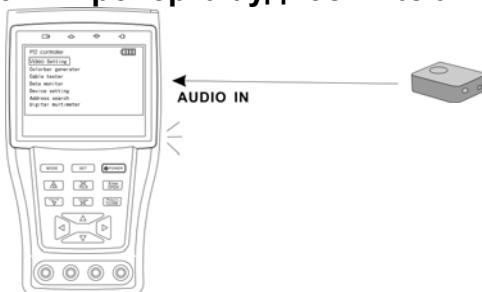

Рис. 3.14
- Подключите CCTV-тестер к источнику аудио сигнала (Рис. 3.14).